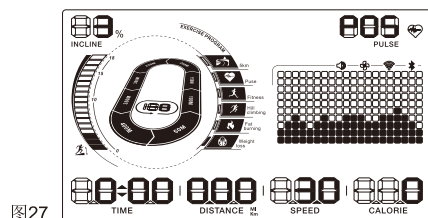

图27
2. 我们为您在面板上设置了减重训练程式快捷键 。（图27所示）